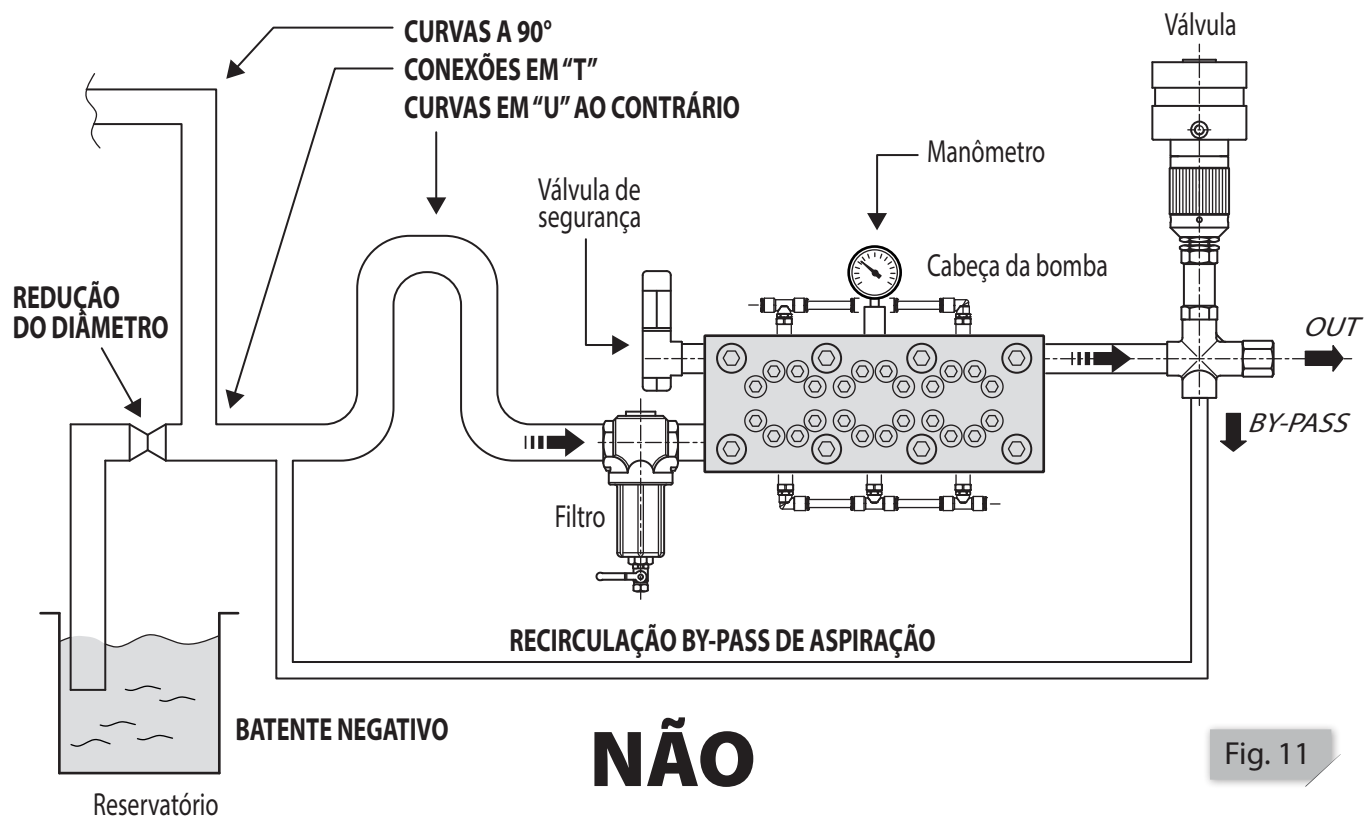

Fig. 11
- Durante a fase de aspiração à bomba evite qualquer tipo de estrangulamento, declives e curvas em "U" ao contrário. Verifique também que as características do circuito sejam tais que impeçam o esvaziamento dos tubos de aspiração no momento de parada da bomba (vide Fig. 11).
ADVERTÊNCIA! (Fig. 11)